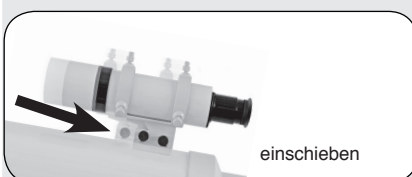

Abb. 9b: Die Sucherhalterung hat einen Schwalbenschwanz, der in den Sockel auf dem Tubus passt.
9. Anbringen der Sucherfernrohrhalterung: (Abb. 9b): Schieben Sie die Sucherfernrohrhalterung in den Schlitz der Aufnahme, die bereits am Tubus montiert ist. Fixieren Sie die Aufnahme durch Festziehen der Klemmschrauben.